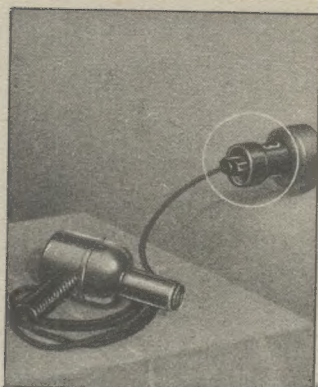

Bild 27
1. Anwendung als Zwischenstecker bei ortsveränderlichen Störern Typ 6000 einfach zwischen Netzsteckdose und Störer schalten (Bild 27). Besondere Erdung des Störergehäuses nicht erforderlich, jedoch kann man die Entstörungswirkung noch auf folgende Weise verbessern: